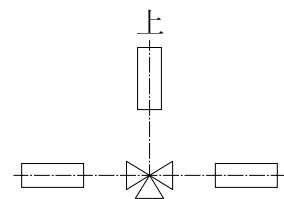

图 3-2
- 在不得已的情况下允许在图 3-2 所示的范围内安装，但要注意不要将执行机构附件的排气口朝天放置。若控制阀在可能受到振动或外力作用的场合，请使用控制阀的附设支架或配管支架。